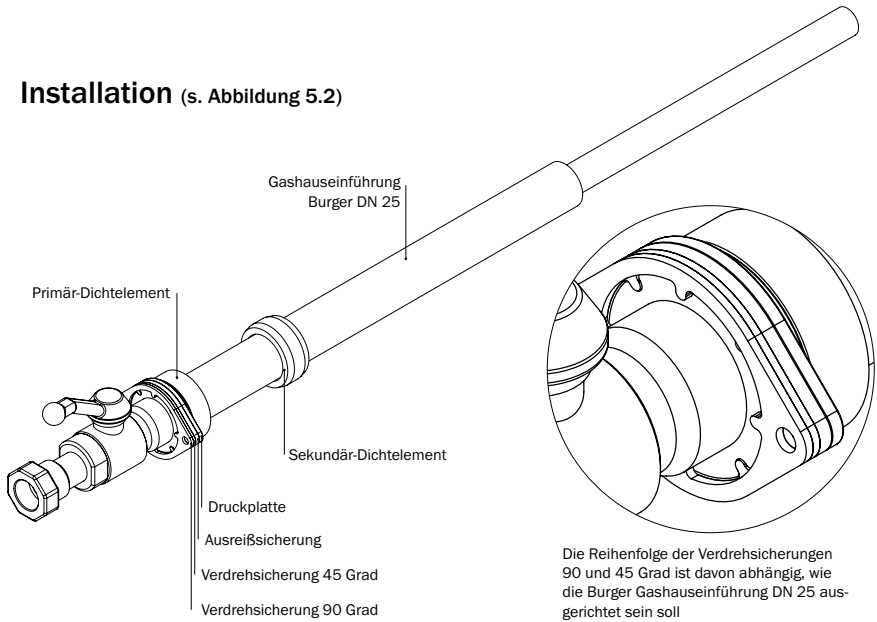
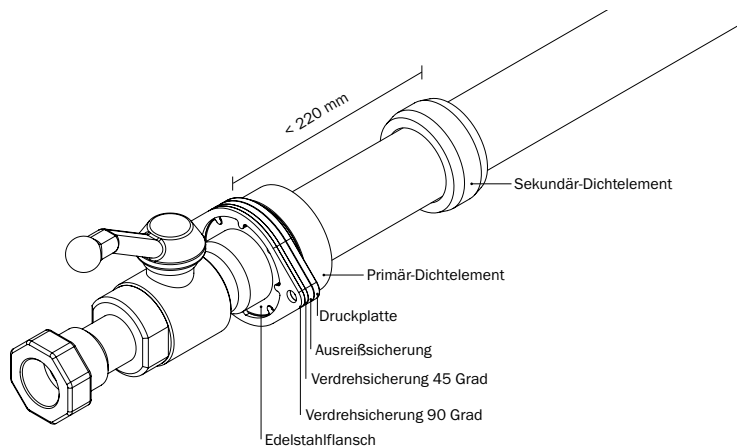

Abbildung 5.2: Montageset Verdreh- und Ausreißsicherung für Burger Gashauseinführung DN 25
Abbildung 5.5: Burger Gashauseinführung DN 25 - Abstand zwischen Sekundär- und Primär-Dichtelement
5.2. Installation (s. Abbildung 5.2)
- Anschließend das Sekundär-Dichtelement von unten nach oben über Burger Gashauseinführung DN 25 schieben (s. Abbildung 5.2). Der Abstand zwischen Oberkante des Primär-Dichtelements und Unterkante des Sekundär-Dichtelements muss weniger als 220 mm betragen (s. Abbildung 5.5).